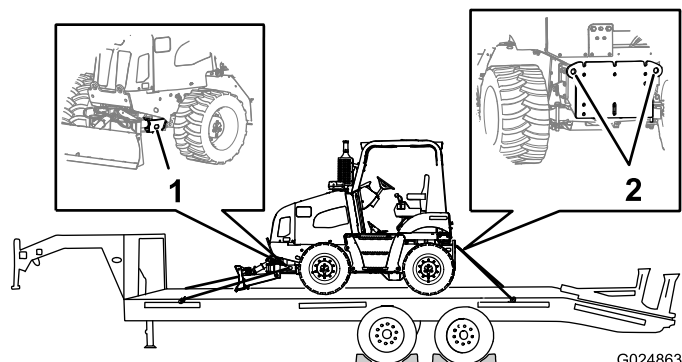

Figura 58
9. Assicurate la parte anteriore e posteriore della macchina al rimorchio mediante catene e un dispositivo di legatura (Figura 58).